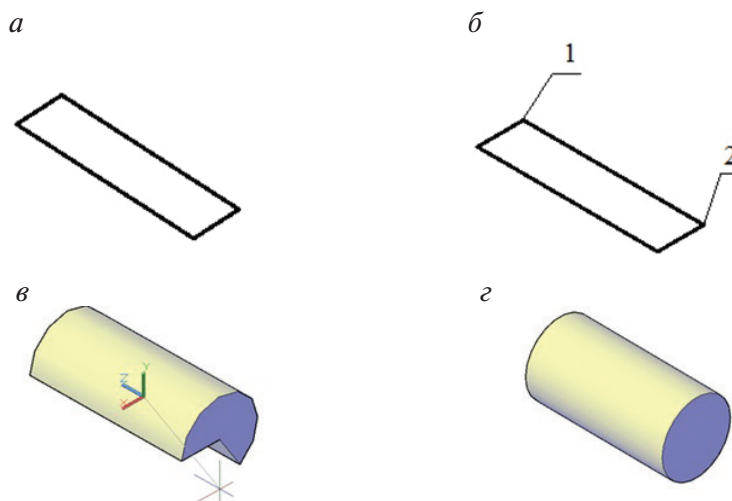

Рис. 3.1.14. Формирование 3D-тела командой **Вращать**:
2. Команда **Вращать**  (рис. 3.1.14).
Результат выполнения команды **Прямоугольник** на рис. 3.1.14, а.
**ВРАЩАТЬ** Начальная точка оси вращения или [объект X Y Z] <Объект>: укажите курсором точку 1 на прямоугольнике, определяющую первую точку оси вращения (рис. 3.1.14, б).
**ВРАЩАТЬ** Конечная точка оси: укажите курсором точку 2 на прямоугольнике, определяющую вторую точку оси вращения (рис. 3.1.14, б).
**ВРАЩАТЬ** Угол вращения или [Начальный угол обРатить Выражение] <360>: ↵ двигая курсором, можно выбрать необходимую форму тела. Выбор угла 360° обеспечит создание тела-цилиндра (рис. 3.1.14, г).